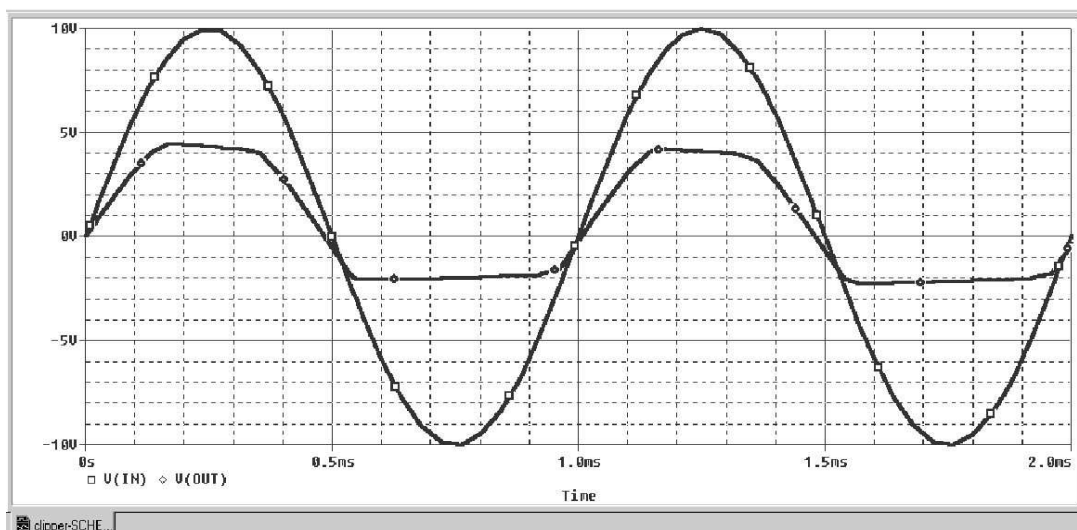

Figure 17 Sinusoidal input and clipped output waveforms.
5. Τοποθετούμε την AC πηγή τάσης στο schematic page,όπως φαίνεται στο figure17.